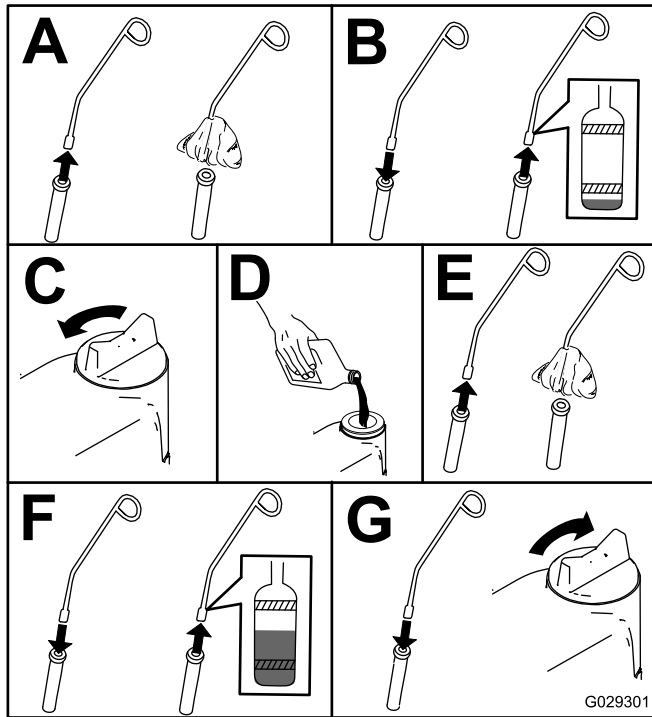

Figure 50
3. Contrôlez le niveau d'huile moteur, comme montré à la Figure 50.